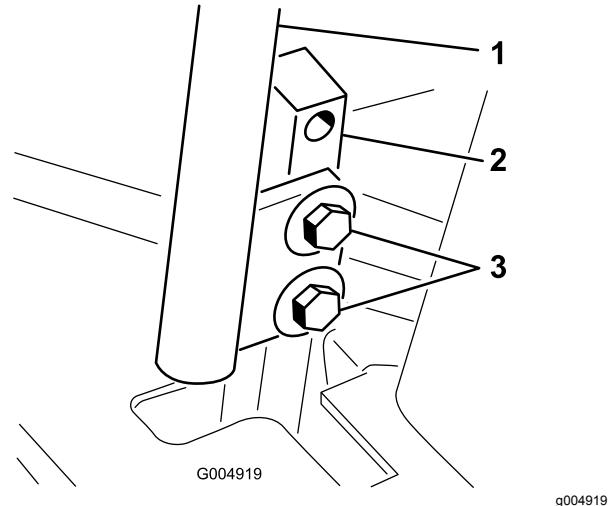

Bild 54
3. Lösen Sie die Schrauben, mit denen die Schaltbügel befestigt sind (Bild 54).